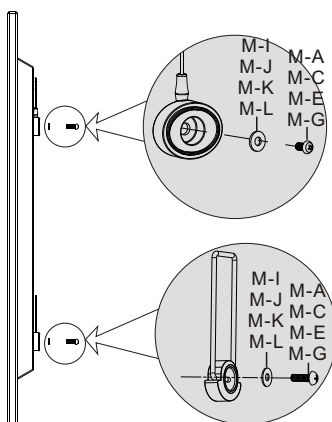
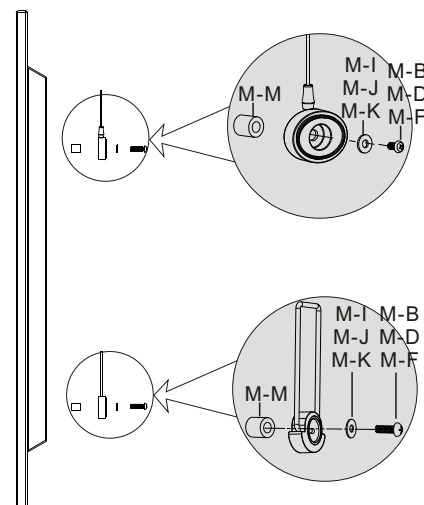
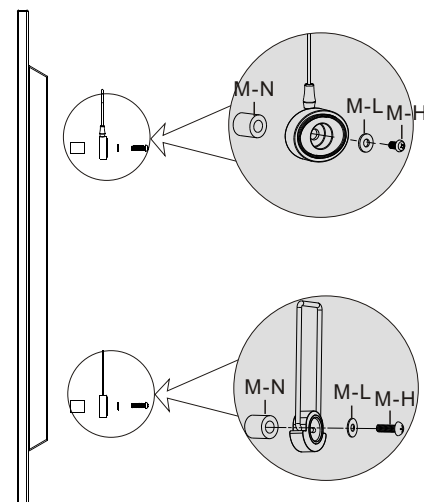

fig. 2.2
fig. 2.3
fig. 2.4
- Instale los adaptadores del soporte y los espaciadores en la parte posterior de la pantalla utilizando una combinación adecuada de tornillos y arandelas, como se muestra en las imágenes fig.2.2, fig.2.3 y fig. 2.4